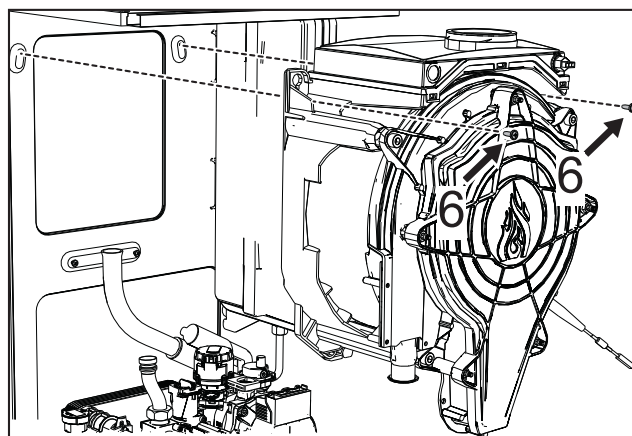

fig. 63
- Verwijder de 2 bovenste **bevestigingsschroeven '6'** van de warmtewisselaar aan het frame (fig. 63)